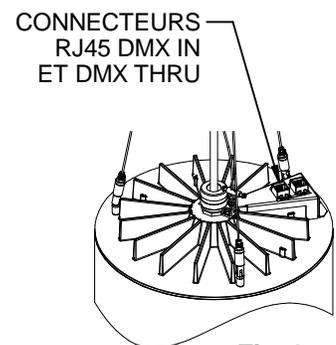

Fig. 3
1. Use standard CAT5e cables (by others) to connect the MC10LED to the DMX control system. There are two RJ45 connectors located on the MC10LED CCM top casting (**Fig. 3**). Connect the DMX control “IN” CAT5e cable to the RED “DMX IN” RJ45 connector, and use the BLUE “DMX THRU” RJ45 connector to connect to the next fixture in the DMX Daisy-chain using a second CAT5e cable, or if it is the last fixture in the daisy-chain, plug a 120 Ohm terminator (by others) into the connector. The CAT5e cables can be tied to the steel cables provided with the MC10LED CCM fixture using standard nylon wire ties (by others). **See the front page of this document for more details and warnings about using CAT5e cables with DMX systems.**
1. Utilisez des câbles standards CAT5e (non fournis) pour raccorder le MC10LED au système de contrôle DMX. Deux connecteurs RJ45 se trouvent sur le dessus du boîtier du MC10LED CCM (**Fig. 3**). Connectez l'extrémité « IN » du câble de contrôle DMX CAT5e dans le connecteur RJ45 « DMX IN » rouge; utilisez le connecteur RJ45 « DMX THRU » bleu pour raccorder le luminaire suivant de la série DMX à l'aide d'un autre câble CAT5e ou, s'il s'agit du dernier luminaire de la série, insérez une terminaison de 120 ohm (non fournie) dans le connecteur. Les câbles CAT5e peuvent être attachés aux câbles d'acier fournis avec le luminaire MC10LED CCM à l'aide d'attaches de nylon autoblocantes standards (non fournies). **Consulter la page de couverture du présent document pour obtenir plus d'information et connaître les avertissements en lien avec l'utilisation de câbles CAT5e dans les systèmes DMX.**